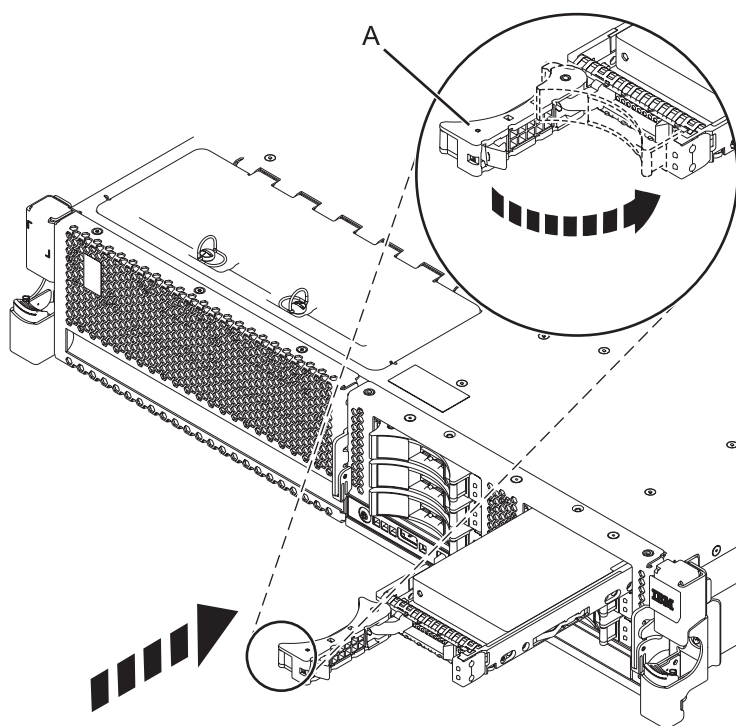

Figura 2. Instal·lació de la unitat de disc al sistema
6. Quan el LED d'identificació parpellegi, moveu la unitat fins al fons del sistema o de la unitat d'expansió i empenyeu la nansa de la unitat (A) fins que quedi encaixada, tal com es mostra a Figura 2.